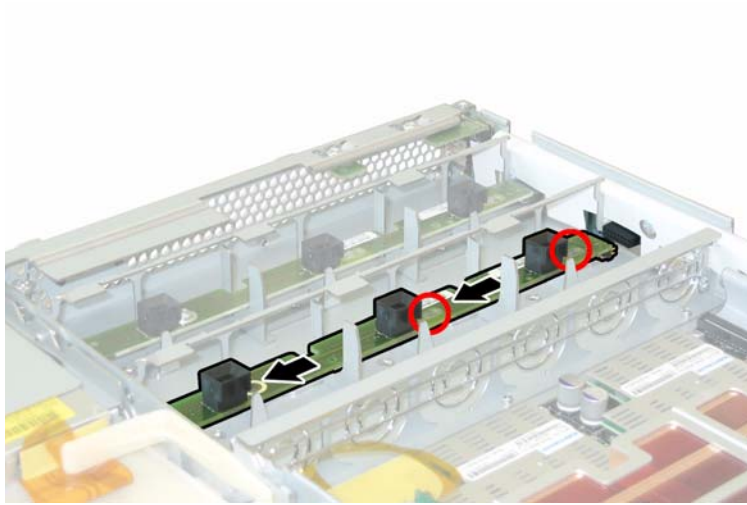

図 3-24 ファンコネクタ基板の取り外し
- b.** 各ファンコネクタ基板をシャーシの中央に向かってスライドさせ、前面 I/O ボードからはずしてシャーシ上のそれぞれの固定タブからも離します。図3-24を参照してください。